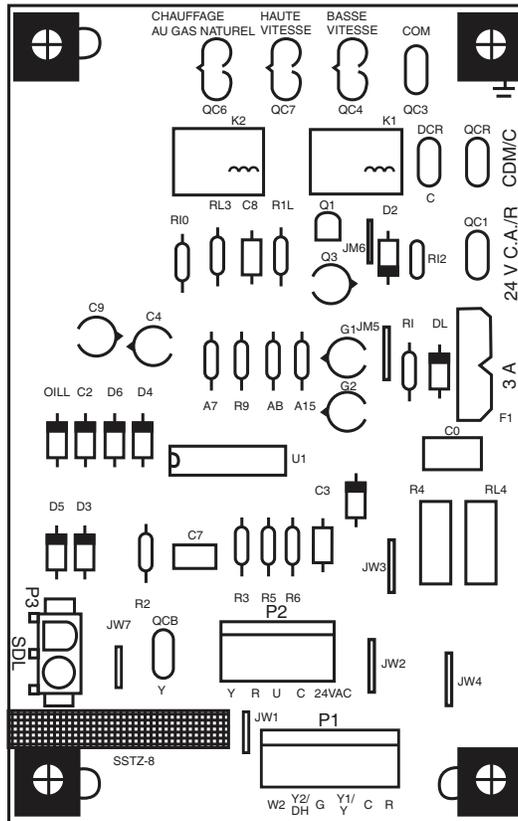

Fig. 22 – Carte interface du ventilateur (IFB) – Modèles 460 V c.a.
**Chauffage au gaz (modèles 460 V c.a.) :** Le **Tableau 12** indique l'adaptation de chaque vitesse à une pression statique externe donnée pour le chauffage au gaz en phase haute. Toute combinaison de vitesses et de pressions statiques hors de la plage d'élévation est marquée NA et ne doit pas être choisie. L'appareil doit fonctionner dans les limites d'élévation de température de chauffage au gaz spécifiées sur la plaque signalétique. Branchez le fil de vitesse du ventilateur choisi à la borne HEAT du régulateur de gaz intégré (IGC) (consultez **Fig. 22**).
**Refroidissement en phase basse (modèles 460 V c.a.) :** À l'aide du **Tableau 13** au **Tableau 15** et du débit d'air nominal de refroidissement en phase basse (**Tableau 11**), trouvez les pertes de pression statique externes pour un serpentin humide, un économiseur et un filtre, puis ajoutez-les à celle d'un serpentin sec comme mesuré sur le système. À l'aide de cette valeur de pression statique totale, utilisez le **Tableau 12** (modèles 460 V c.a.) pour trouver les débits d'air disponibles à la pression statique totale. Branchez le fil de vitesse du ventilateur choisi à la borne LOW de la carte interface du ventilateur (IFB) (consultez la **Fig. 22**).
**Refroidissement en phase haute (modèles 460 V c.a.) :** À l'aide du **Tableau 13** au **Tableau 15**, trouvez les pertes de pression statique externes pour un serpentin humide, un économiseur et un filtre, puis ajoutez-les à celle d'un serpentin sec comme mesuré sur le système. À l'aide de cette valeur de pression statique totale, utilisez le **Tableau 12** (modèles 460 V c.a.) pour trouver les débits d'air disponibles à la pression statique totale. La vitesse choisie doit procurer un débit d'air entre 350 et 450 pi3/min par tonne de refroidissement. Pour les modèles 460 V c.a., branchez le fil de vitesse du ventilateur choisi à la borne HIGH de la carte interface du ventilateur (IFB) (consultez la **Fig. 22**).
**Ventilation continue (modèles 460 V c.a.) :** La vitesse de la ventilation continue peut être choisie en branchant le fil de vitesse souhaitée à la borne FAN (ventilateur) sur la carte IGC (consultez la **Fig. 22**)